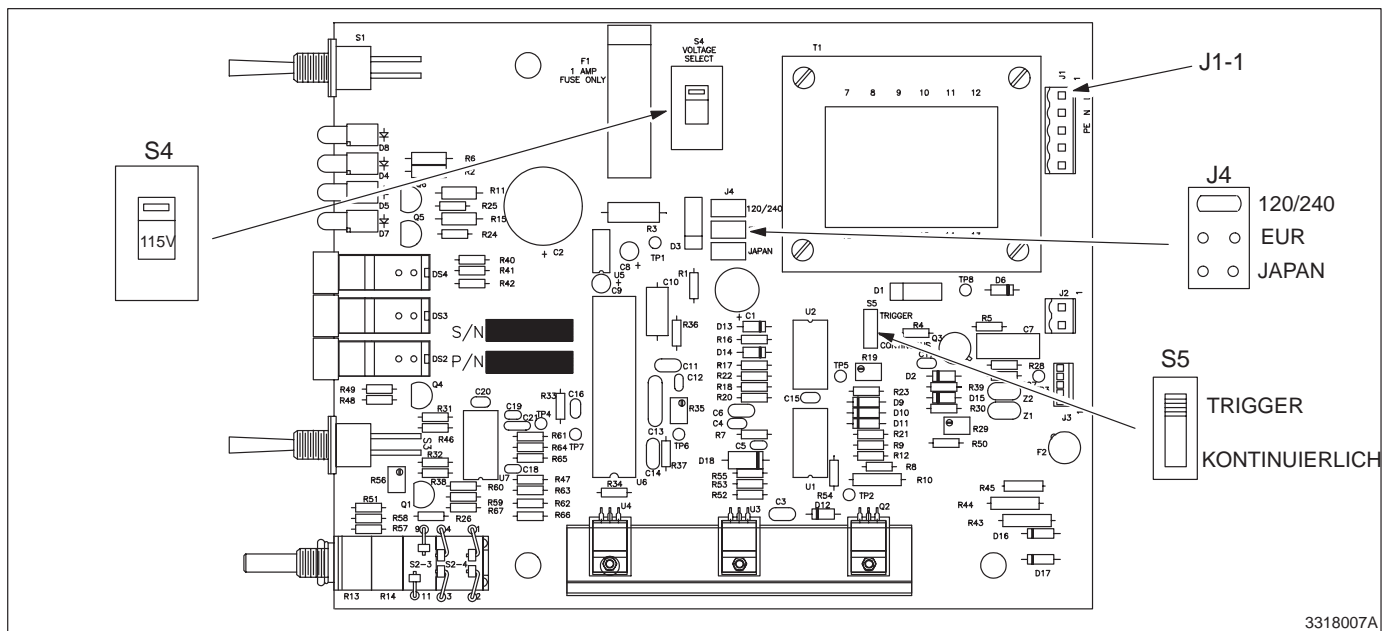

Abb. 3-2 Einstellung der Brücken und Schalter
2. Die Steuerung wird durch Einstellung der Brücken und Schalter, wie in Abb. 3-2 dargestellt und in Tabelle 3-1 erklärt, auf die Anwendung hin konfiguriert.
Die Eingangsnennspannung muß 100–240 VAC, 1 Ø, 50/60 Hz sein. Schalter und Brücken sind gemäß Abb. 3-2 einzustellen. Die Steuerung wird werksseitig auf 230 VAC konfiguriert.